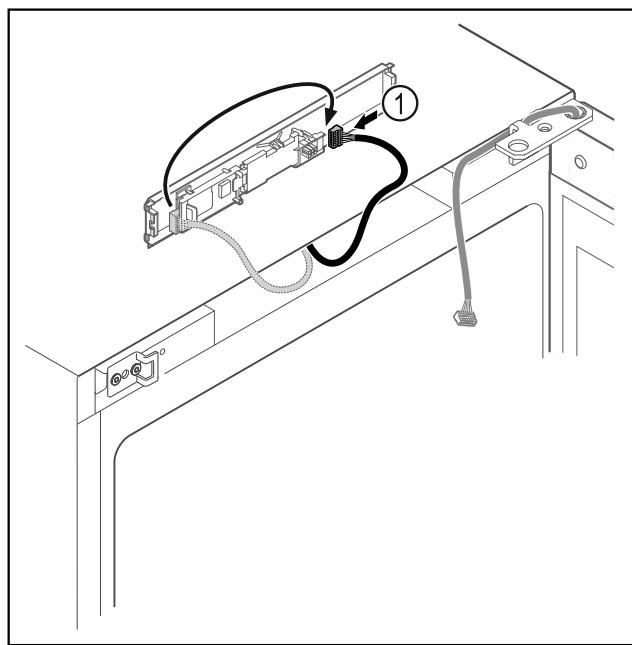

Fig. 17
- Zmenťte zapojenie zástrčky Fig. 17 (1) na doske plošných spojov.